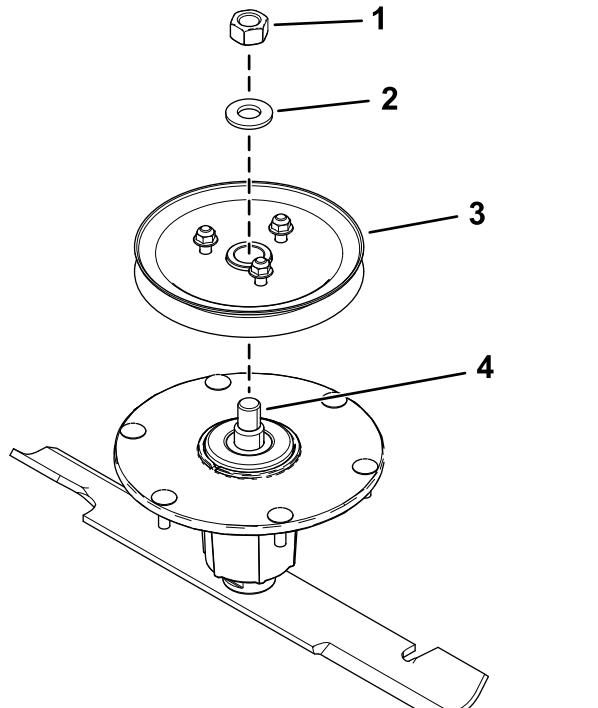

Figura 4
- Instale el conjunto de la roldana en el eje con la arandela y la tuerca superior (Figura 4).